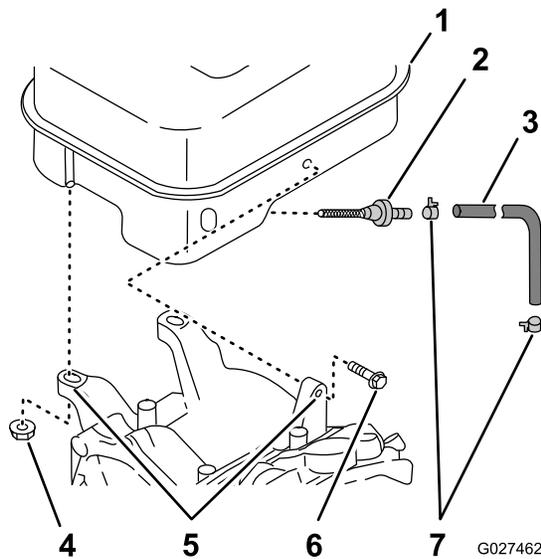
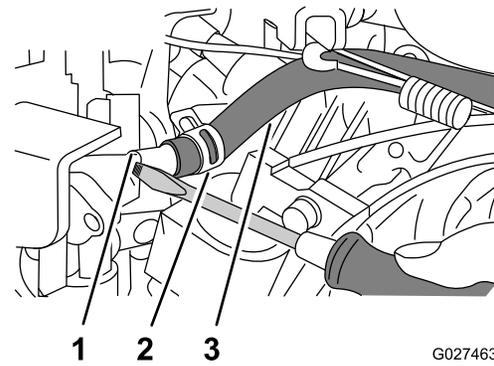
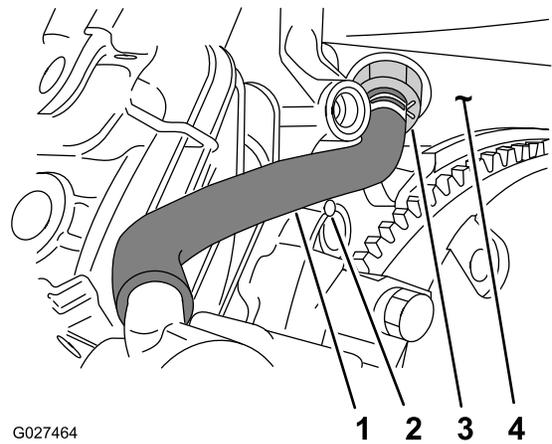

Figura 67
Figura 68
Figura 69
- Retire los 2 pernos de 6 x 25 mm y las 2 tuercas de 8 mm que sujetan el depósito de combustible a los soportes del depósito (Figura 67).
- Aloje la abrazadera y desconecte el tubo de combustible del acoplamiento del carburador (Figura 68).
- Retire el depósito de combustible del cárter del motor (Figura 67 y Figura 69).
- Aloje la abrazadera y desconecte el tubo de combustible del acoplamiento del filtro de combustible (Figura 67).
- Gire el filtro de combustible en sentido antihorario y retírelo del depósito de combustible (Figura 67).
- Enrosque el filtro de combustible en el depósito de combustible (Figura 67).
- Alinee la manguera de combustible que retiró en el paso 1 sobre el acoplamiento del filtro de combustible (Figura 67 y Figura 69).
- Sujete la manguera al acoplamiento del filtro con la abrazadera (Figura 67 y Figura 69).
- Alinee el depósito de combustible con los soportes del depósito del motor (Figura 67).
- Alinee la manguera de combustible que retiró en el paso 6 de Retirada del depósito de combustible \(página 57\) con el acoplamiento del carburador (Figura 68 y Figura 69).
- Sujete la manguera al acoplamiento del carburador con la abrazadera (Figura 68).
- Monte el depósito en los soportes del depósito del motor con los 2 pernos de 6 x 25 mm y las 2 tuercas de 8 mm (Figura 67).